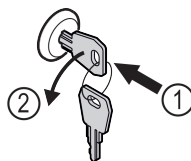

Fig. 170
- ▶ Uvucite ključ. Fig. 170 (1)
- ▶ Okrenite ključ za 90° nalijevo. Fig. 170 (2)